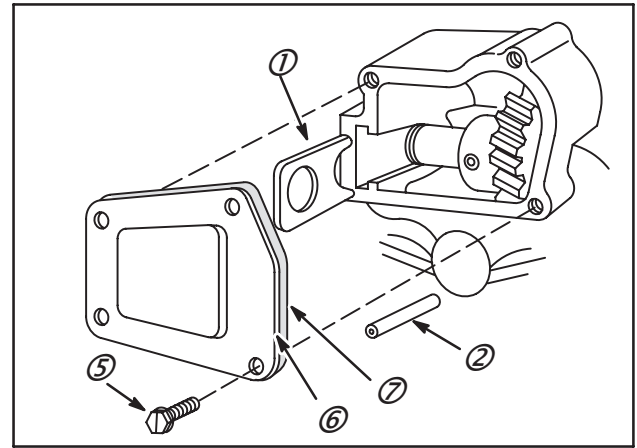

Fig. 51
Replacer le joint (7) lors de la pose du flasque (6), Fig. 51. Mettre de la pâte à joint sur les filets de cette vis (5).
2. Déposer le carter et l'arrêt d'arbre, Fig. 51.